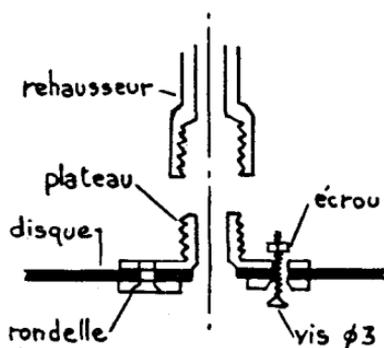

Fig. 12
* Procéder enfin à l'assemblage définitif du plateau, du disque et de la rondelle avec des vis et boulons de \varnothing 3 mm, puis y visser le rehausseur de douille (fig. 12).